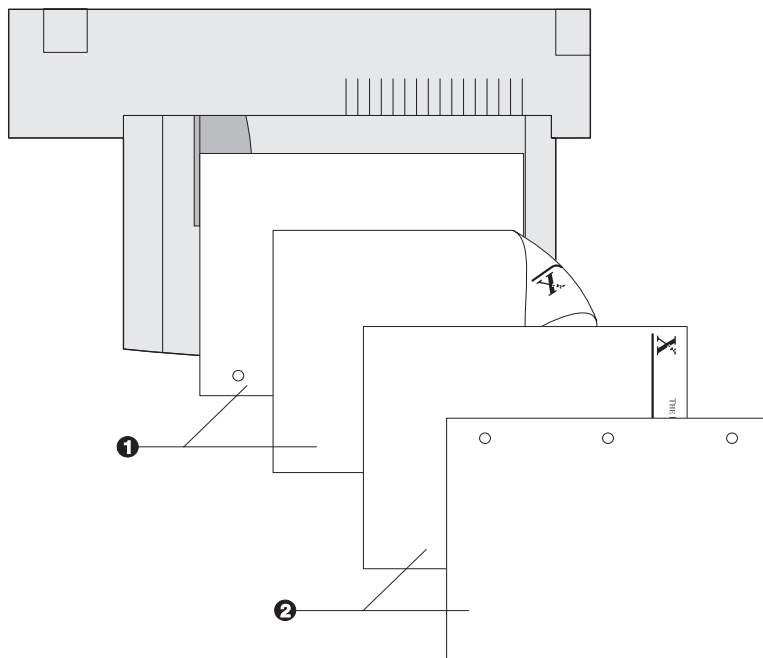

Figura 4.5 Orientação do papel no Alimentador Manual de 50 Folhas (alimentação pela borda curta)
- 2** Coloque o papel ao longo da lateral direita do Alimentador Manual (veja a Figura 4.4 na página 4-16 e a Figura 4.5 na página 4-17 para obter a orientação do papel, e a Figura 4.6 na página 4-18 para obter a orientação de envelopes).